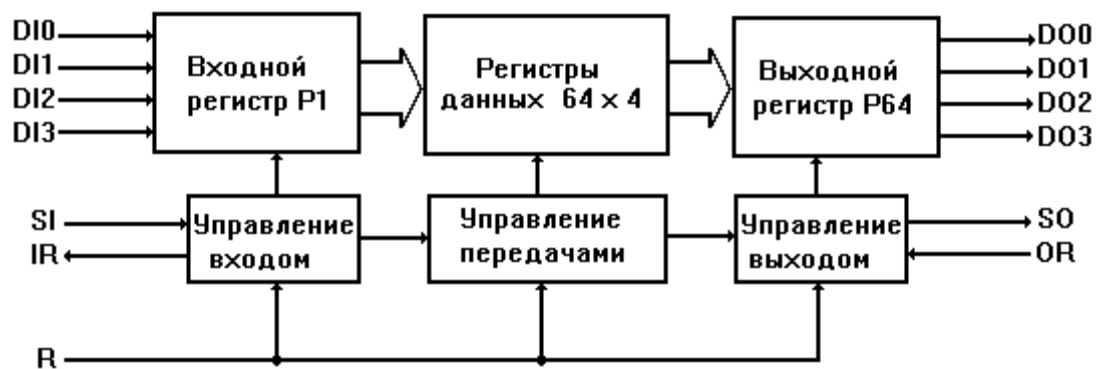

Рис. 3. Структурная схема буфера 64х4.
- Буферная память – используется для согласования по быстродействию различных элементов. Под буферной памятью типа FIFO ("первое записанное слово считывается первым" (First Input First Output - FIFO)) понимается запоминающее устройство, которое автоматически следит за порядком поступления данных и выдает их в том же порядке, допуская выполнение независимых и одновременных операций записи и считывания. На рис. 3 приведена структурная схема буферной памяти типа FIFO емкостью 64х4.